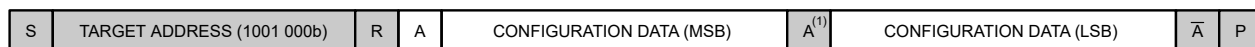

图 9-6. 读取 Configuration 寄存器以检查 OS 是否为 1b
1. 如图 9-6 所示对 Configuration 寄存器进行写入，以配置器件 (例如，当使用 ADS1015L 时，写入 MUX[2:0] = 000b、PGA[2:0] = 010b、MODE = 1b、DR[2:0] = 110b) 并启动单次转换 (OS = 1b)。
或者，如图 9-6 所示，轮询 OS 位是否为 1b，以便确定转换结果何时可供检索。该选项在连续转换模式下不起作用，因为 OS 位的读取结果始终为 0b。